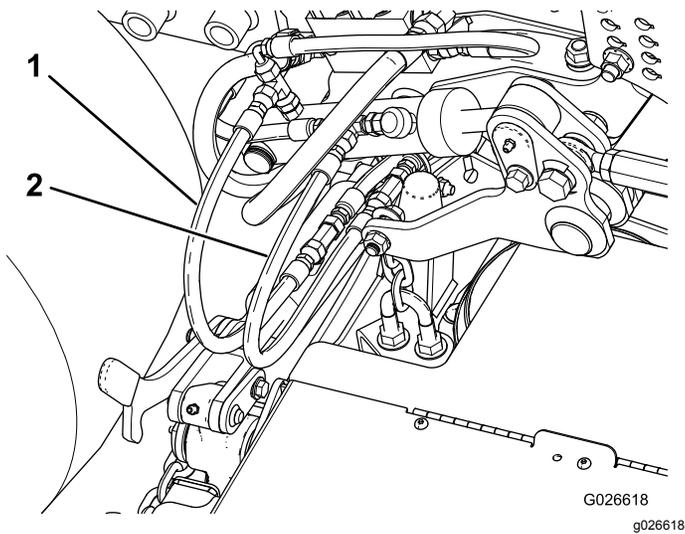

Figura 13
5. Montate il flessibile corto in dotazione nel kit sulla porta esterna sul cilindro di sollevamento laterale destro (Figura 13).
6. Montate l'altra estremità del flessibile corto sul raccordo a T sulla porta posteriore sul cilindro di sollevamento del piatto (**Figura 13**).